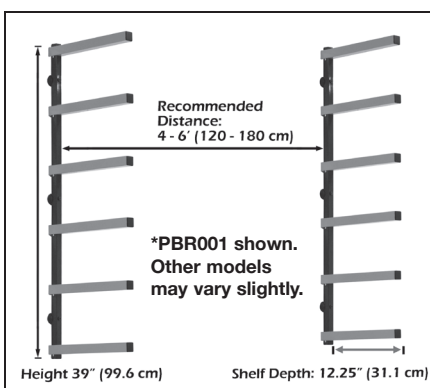

Figure 3
3. Installation sur du placo-plâtre ou des cloisons type panneaux : Il est important de s'assurer que l'étagère pour bois d'oeuvre Portamate puisse être fixée sur une ossature solide. Assurez-vous que vous percez bien au centre des montants du mur. Vous pouvez faire varier la distance entre les barres verticales. La distance conseillée est de **120 cm à 180 cm (4 pi. – 6 pi.)** pour supporter le poids maximal. Pour des matériaux soit plus lourds soit plus longs, vous pouvez utiliser plusieurs étagères. Figure 3.